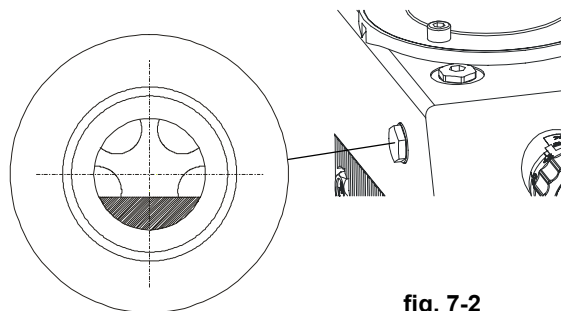

fig. 7-2
- Nivel de aceite (nivel mínimo ver fig. 7-2)